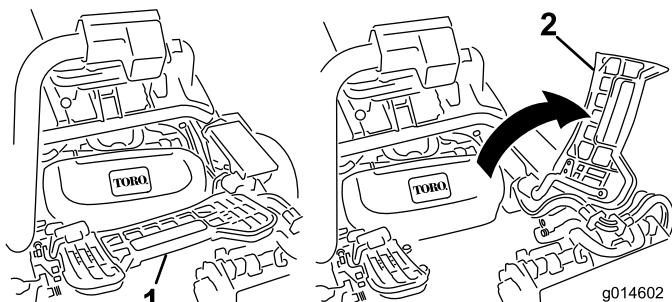

Figura 32
- Sollevate il poggiapiedi e ruotatelo fino all'apertura, per consentire l'accesso alla posizione dell'apparato di taglio centrale.(Figura 32)